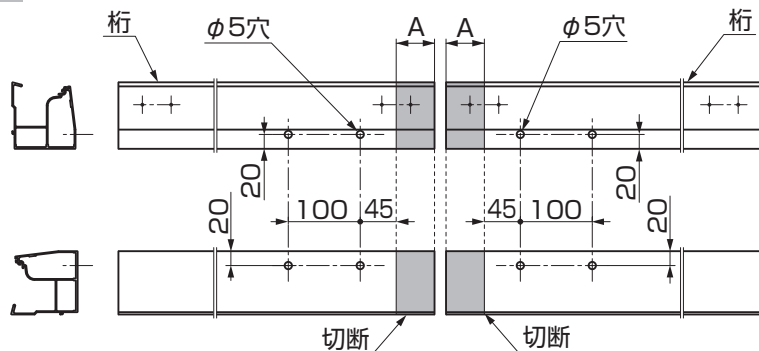

図1-1
- 積雪仕様の場合、必ずフレームがまじわる部分に柱を入れてください。(図1-1参照)
- ①桁の連結側に連棟用の切断と穴加工をしてください。(表1-1、図1-1参照)
- ②桁に桁連結スリーブを差込み、【11-4】で取付けてください。